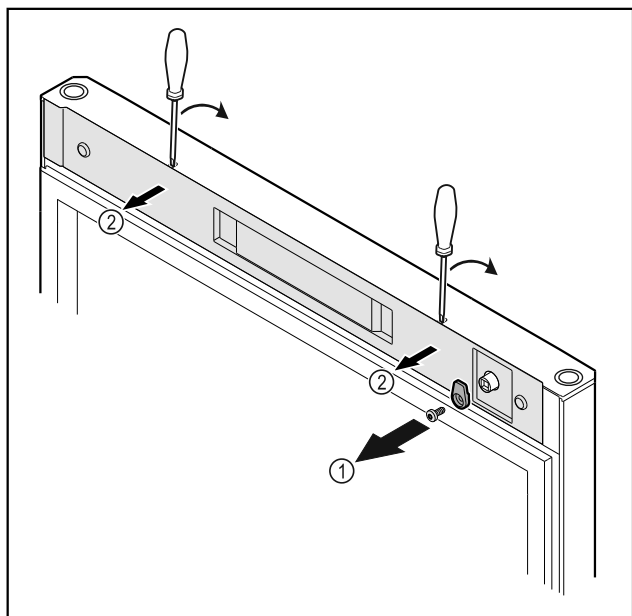

Fig. 10
- ▶ Deșurubați Fig. 10 (1) cârligul de închidere.
- ▶ Deblocați apărătoarea Fig. 10 (2) cu o șurubelniță mică și detașați-o.